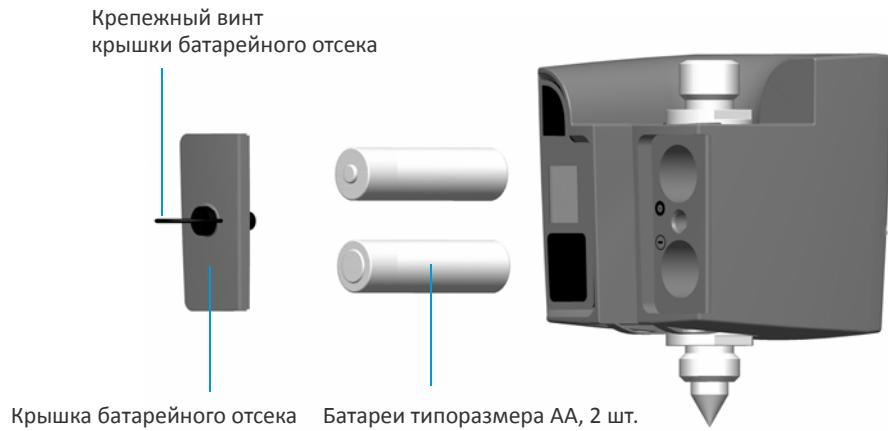

Рисунок 5.7 Замена батарей идентификатора отражателя
4. Установите на место и зафиксируйте крышку батарейного отсека, повернув крепежный винт на четверть оборота по часовой стрелке. См. Рисунок 5.7.